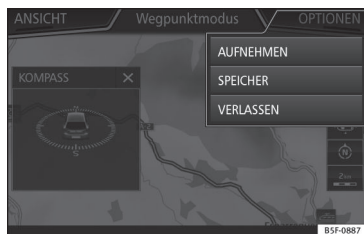

Abb. 231 Start Menü Offroad Navigation
- Es öffnet sich das Navigationsmenü Offroad »»» **Abb. 231**.